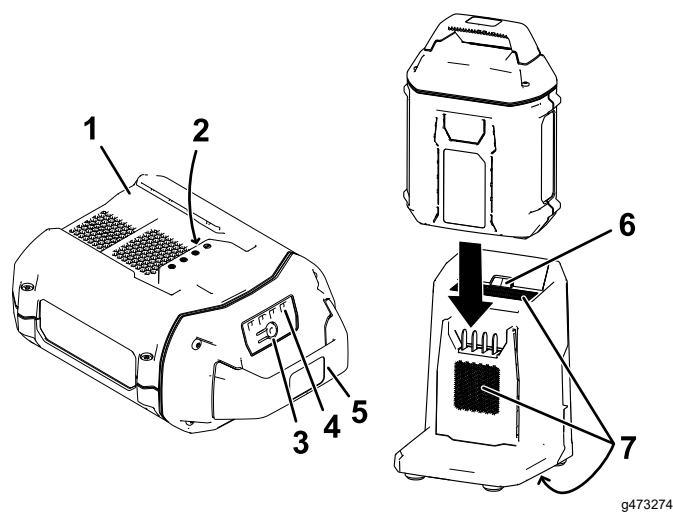

Figura 14
2. Alinee el hueco de la batería (Figura 14) con la lengüeta del cargador.
3. Introduzca la batería en el cargador hasta que esté completamente asentada (Figura 14).